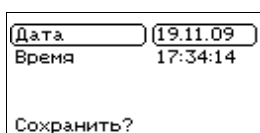

Рис. 16. Установка даты и времени.
1. Выберите пункт «Дата/Время» из меню «НАСТРОЙКА» (рис. 16)